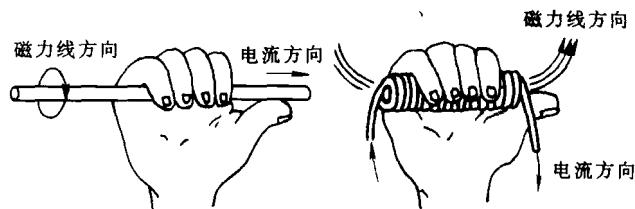

图 1—7 右螺旋法则
2. 电磁感应 如图 1—8 所示，把一个线圈经电流表连成闭合回路。当磁铁向闭合回路较快地移动时，电流表的指针发生偏转，这说明穿过线圈的磁力线逐渐增加时，会产生电动势和电流。当磁铁停止运动，电流表的指针回到零位。当磁铁从闭合回路较快地移开时，电流表指针反向偏转，这说明穿过线圈的磁力线逐渐减少时，会产生相反的电动势和电流。